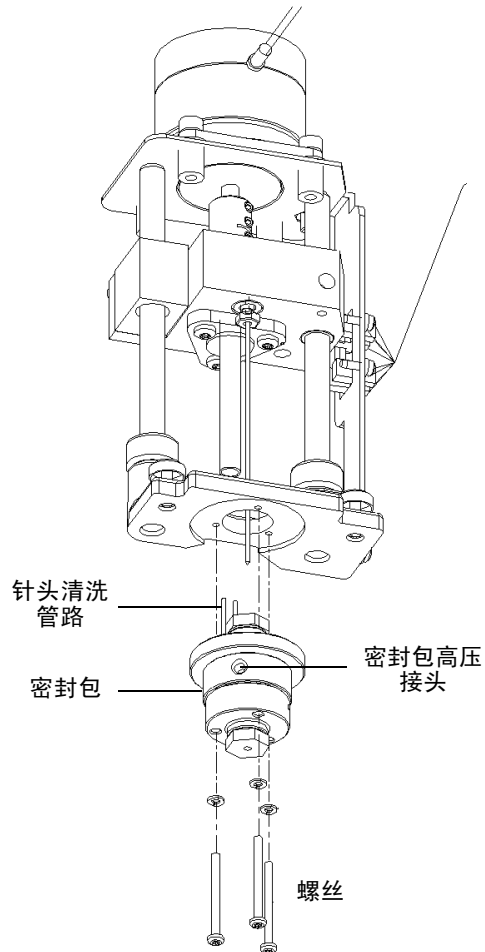

图 7-14 移除密封包
6. 将进样器装置升起几英寸，然后取下密封包高压接头（请参阅图 7-14）。
1. 断开连在针头清洗管路中的管子（图 7-14）。
2. 使用 TORX T-10 扳手取下将密封包固定在进样器底座上的三个安装螺丝和垫圈（图 7-14）。
2. 重新连接高压密封包入口和出口（红色）接头（图 7-14）。
3. 连接两个针头清洗管路（图 7-14）。将绿色管路连到上部密封清洗主体，黄色管路连到下部密封清洗主体。
4. 将新密封包插入进样器底座（图 7-14）。